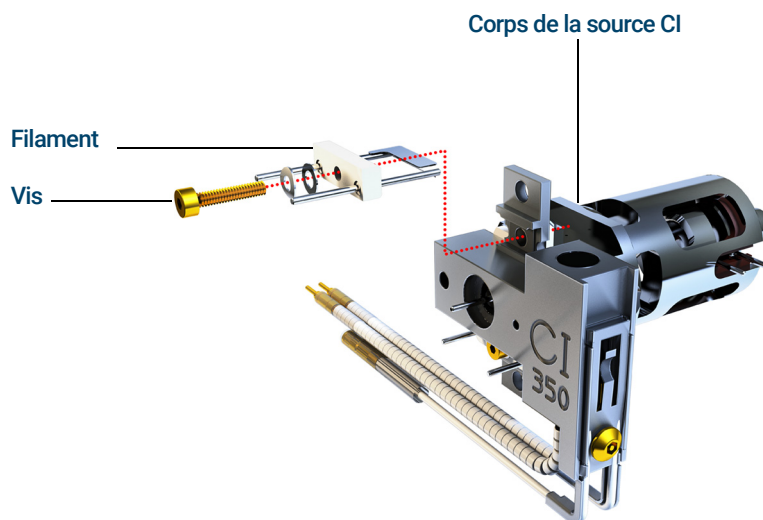

Figure 82. Changement du filament de la source CI
- 4 Retirer la vis maintenant le filament dans la source CI. (Voir **Figure 82** page 270.)
- 5 Faire coulisser le filament hors de l'ensemble de la source CI. (Voir **Figure 82** page 270.)
- 2 Placer le nouveau filament en position dans le corps de la source d'ionisation. (Voir **Figure 82** page 270.)